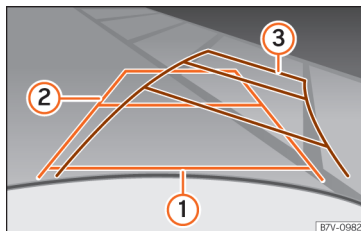

Abb. 277 Display: Orientierungslinien des Parkraums hinter dem Fahrzeug.
Bedeutung der auf den Bildschirm projizierten Orientierungslinien » Abb. 277. Alle Längenangaben der Orientierungslinien beziehen sich auf ein Fahrzeug, das auf einer waagerechten Fläche steht.
- Langsam rückwärtsfahren und dabei so lenken, dass die gelben Orientierungslinien in die Parklücke führen » Abb. 277 3.